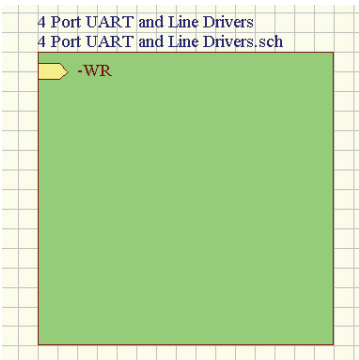
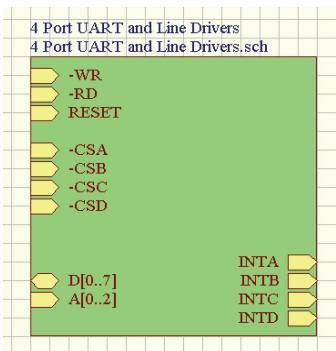

图 3-15 放置完一个端口
图 3-16 放置完端口的方块电路
6) 设置完属性后，将光标移动到适当的位置后，单击将其定位，如图 3-15 所示。同样，根据实际电路的安排，可以在串行接口和线驱动模块上放置其他端口，如图 3-16 所示。